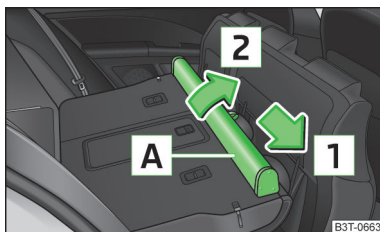

Fig. 105
- Poussez le boîtier du filet de séparation **A** dans le sens de la flèche **1** et sortez-le des logements du dossier des sièges arrière dans le sens de la flèche **2** » fig. 105.
- Insérez les évidements du boîtier du filet de séparation **A** » fig. 105 dans les logements sur les dossiers des sièges arrière.